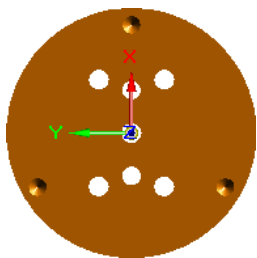
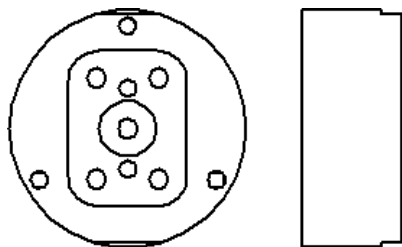

图 10.3.2 定义视图方位
图 10.3.3 创建基本视图
(1) 单击 **图纸视图** 区域的“视图向导”按钮 ，系统弹出“选择模型”对话框。在 **查找范围(I)** 下拉列表中选择目录 D:\sest4.12\work\ch10\ch10.03，然后选择“crush_base”模型，单击 **打开(O)** 按钮。
(2) 此时系统弹出“图纸视图创建向导”对话框, 单击 **下一步(N) >** 按钮, 然后单击 **定制(C)...** 按钮, 采用图 10.3.2 所示的方位, 单击 **关闭** 按钮。
(3) 在“图纸视图创建向导”对话框 **图纸视图布局** 区域确认  按钮和  处于按下状态, 然后单击 **完成(F)** 按钮。
(4) 在“视图向导”命令条中单击  按钮, 确认视图比例为 **1:2**。将鼠标放在图形区, 会出现视图的预览, 选择合适的放置位置单击以生成基本视图, 然后将视图的位置进行调整, 结果如图 10.3.3 所示。